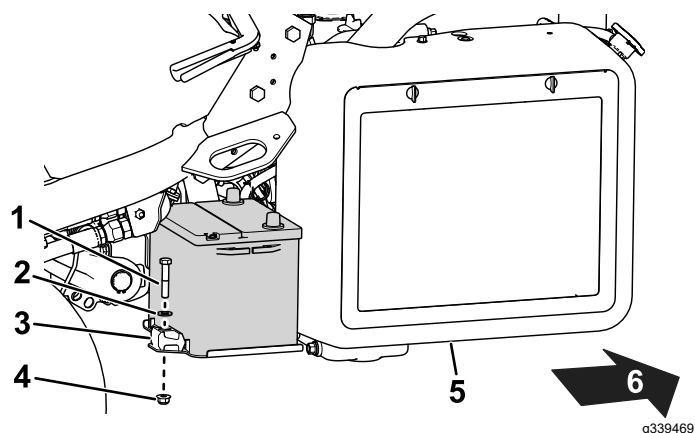

Figure 39
2. Retirez les fixations qui maintiennent la batterie sur son support (Figure 39) et sortez la batterie.
- Placez la batterie sur son support et fixez-la en place avec les tiges et les fixations retirées précédemment (Figure 39).